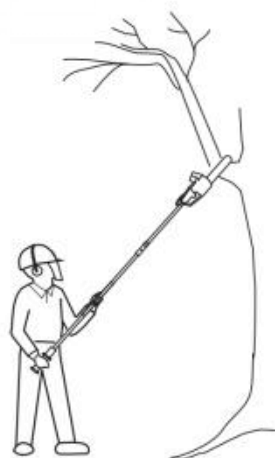

Fig. 49
1. Sujete siempre firmemente el producto con ambas manos por las asas (A27, A31). Nunca opere este producto con una sola mano (Fig. 49).